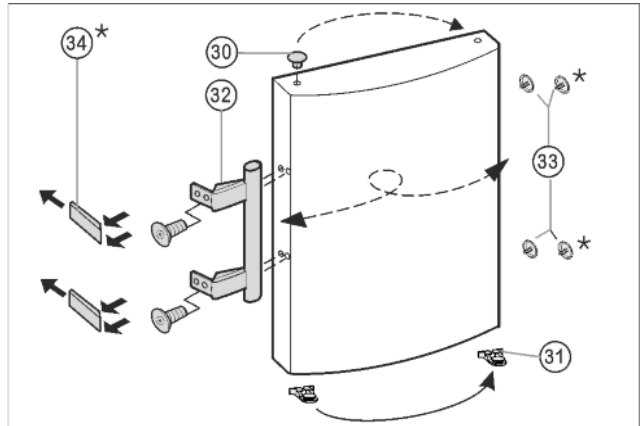

Fig. 8
- ▶ Estrarre il tappo Fig. 8 (30) dall'alloggiamento del supporto della porta e spostare.
- ▶ Smontare la maniglia della porta, i Fig. 8 (32), tappi Fig. 8 (33) e le piastre di spinta\* Fig. 8 (34) e spostare sul lato opposto.